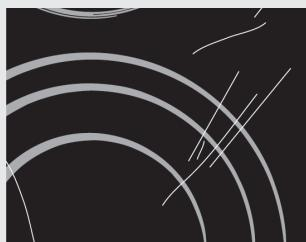

рис.1
**Каждый раз перед использованием** протирайте со стеклокерамической поверхности и дна посуды пыль и грязь, которые могут поцарапать поверхность (рис. 1).
⚠ Для очистки варочной поверхности нельзя использовать агрессивные чистящие спреи и неподходящие жидкые чистящие средства (рис. 1 и 2).